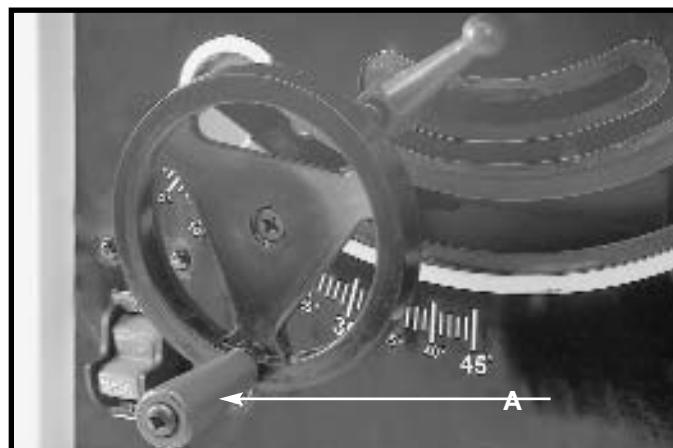

Fig. 29
Pour régler la hauteur de la lame de la scie, tourner le volant (A) fig. 29. Tourner le volant en sens horaire abaisse la lame et le tourner dans le sens antihoraire la relève.